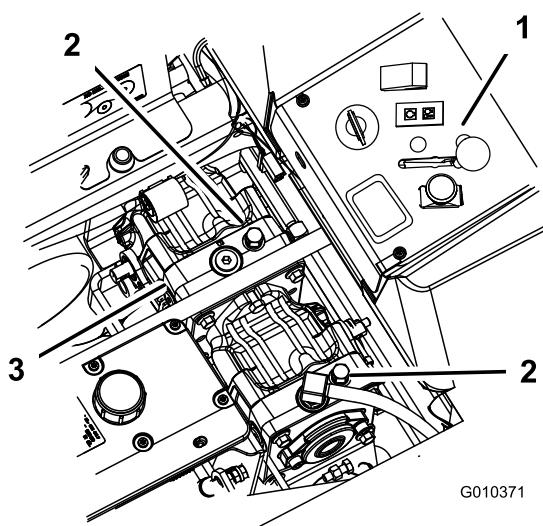

Figura 31
2. Rode as válvulas de derivação no sentido contrário aos ponteiros do relógio 1 volta. Isto permite que o fluido hidráulico passe pela bomba, possibilitando a rotação das rodas (Figura 31).
Rode as válvulas de derivação no sentido dos ponteiros do relógio 1 volta para operar a máquina (Figura 31).